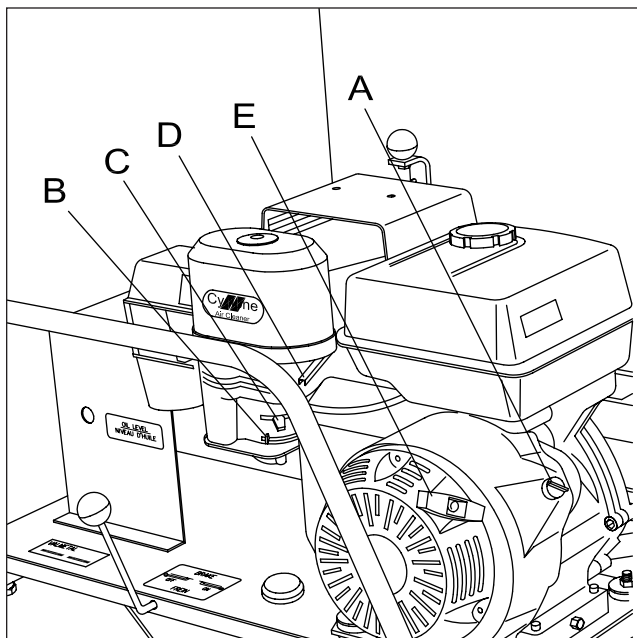

Fig. 5 Démarrage du moteur
4. **Commandes du moteur:** (voir figure 5)
- A. **Interrupteur du moteur:** Tournez l'interrupteur dans le sens des aiguilles d'une montre afin de mettre le moteur en marche (ON). Tournez l'interrupteur dans le sens contraire des aiguilles d'une montre afin d'éteindre le moteur (OFF).